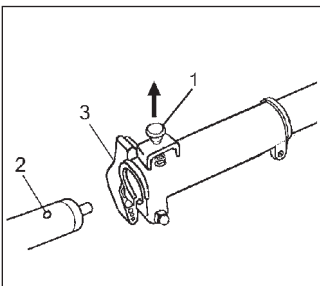

Fig. 1
2. Assembly procedures (Fig. 1)
2. Zusammenbau (Fig. 1) Montierung der Schneidvorrichtung